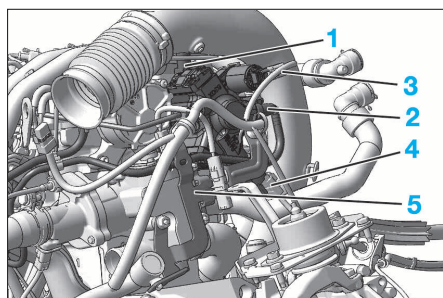

FIG. 36
- les tuyaux (1) et (2) de carburant (Fig.36).